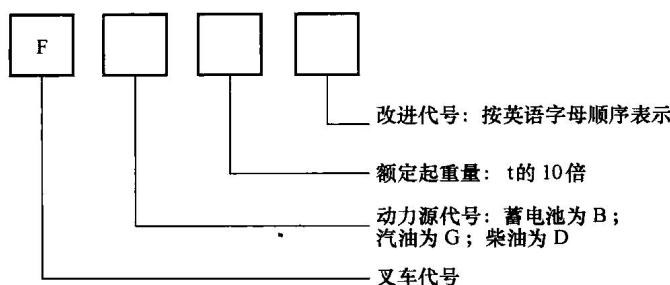

图 1-10 国外叉车编号结构
(2) 国外叉车编号 国外叉车编号结构，如图 1-10 所示。